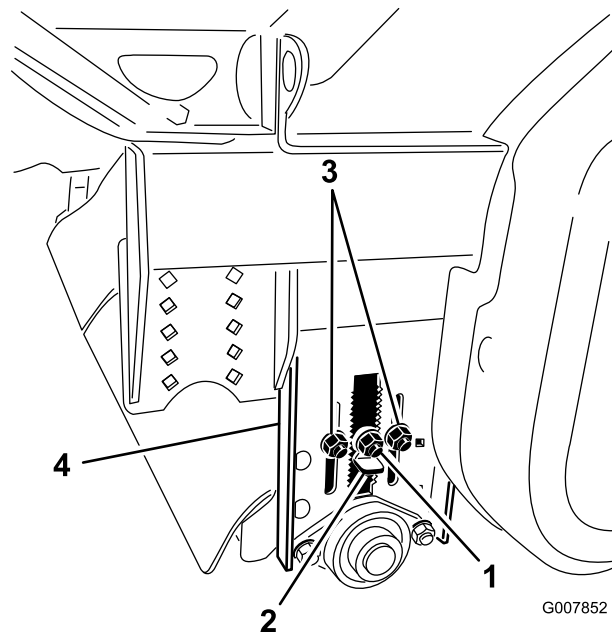

Figura 29
2. Desaperte a porca de bloqueio na chave de ajuste de altura (Figura 29) para que possa ser puxada cerca de 13 mm.
3. Solte as porcas de bloqueio de ajuste da altura do cilindro (Figura 29).
4. Puxe para fora a chave de ajuste da altura e desloque o cilindro traseiro para cima ou para baixo deslizando a chapa de ajuste da altura do cilindro para a altura desejada (Figura 29).